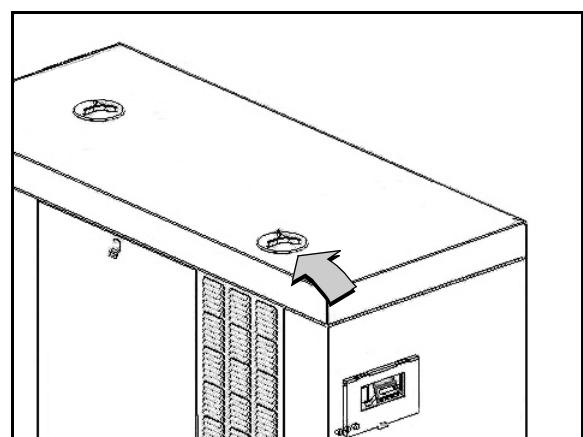

Рис. 5-18. Доступ к баку подачи масла
- Поверните пластиковую крышку в верхней части кожуха против часовой стрелки и снимите ее. См. Рис. 5-18.